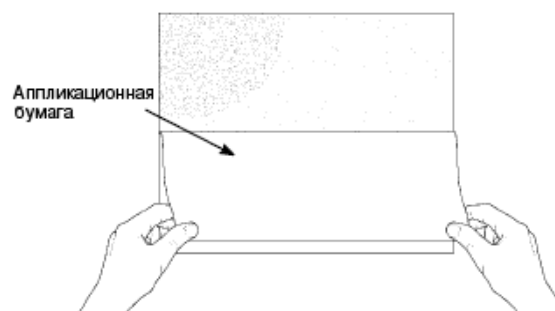

Рис. 25. Удаление аппликационной бумаги
5. Когда краска перестанет быть влажной на ощупь, но еще сохранит липкость, удалить аппликационную бумагу, стягивая ее в противоположную сторону под углом 180°. См. Рис. 25.